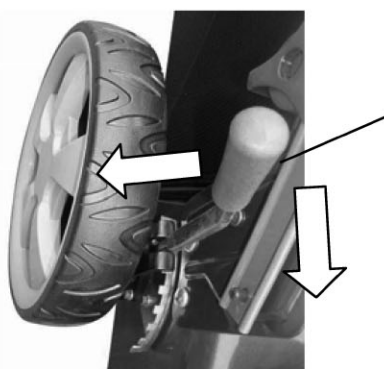

Fig. 9
- > For å justere klippehøyden, trekk spaken (13a) mot hjulet. Flytt den så forover eller bakover til et annet spor (Fig. 9 og 10).